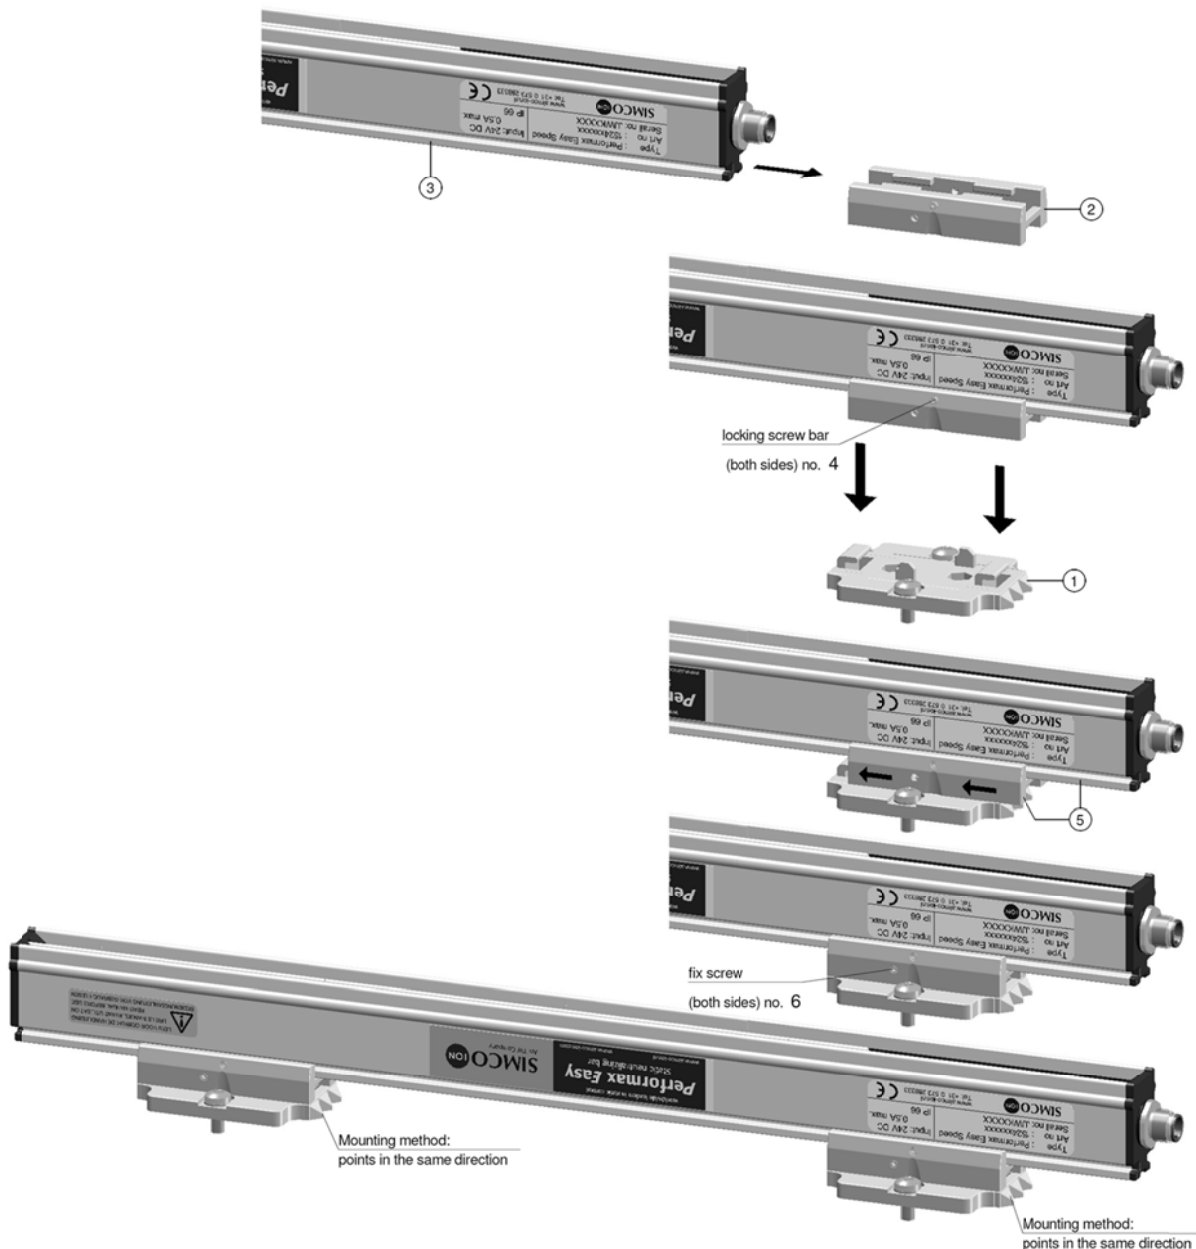

Figure 5: Montage Performax Easy et Performax Easy Speed
- Réalisez le brochage en suivant la figure 5.